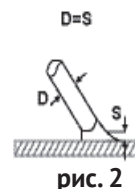
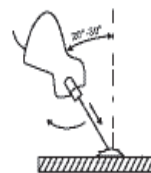

рис. 2
рис. 3
7.1.6 Как только произойдёт зажигание дуги, электрод нужно держать на таком расстоянии  $S$  (см. рис. 2) от обрабатываемого материала, которое соответствует диаметру электрода  $D$  (см. рис. 2). Для получения равномерного шва далее необходимо соблюдать эту дистанцию по возможности постоянной. Также необходимо помнить, что наклон оси электрода должен быть примерно 20-30 градусов (см. рис. 3), для лучшего визуального контроля ведения сварочного шва.